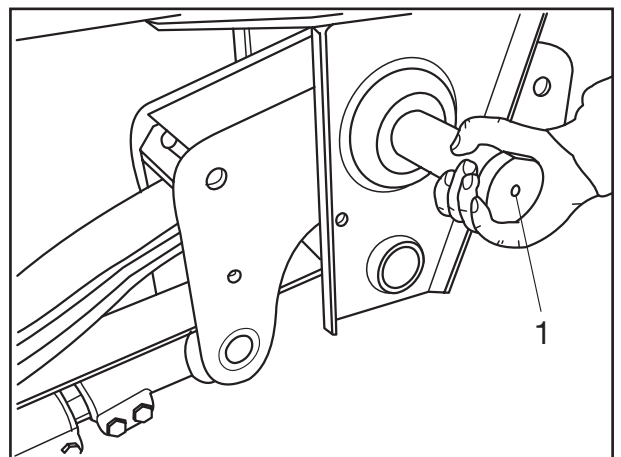

Fig. 9
[18] Schmiernippel in die Stirnfläche des Gewindebolzens (Fig. 9/1) einschrauben und bis zum Austreten von Fett aus der Lagerung mit BPW Spezial-Langzeitfett ECO-Li 91 abschmieren.
- [18] Screw grease nipple into the face of the thread bolt (Fig. 9/1) and lubricate with BPW special long-term grease ECO-Li 91 until grease appears out of the bearing.
- [18] Visser le graisseur dans la face frontale du boulon fileté (fig. 9/1) et lubrifier avec graisse spéciale de longue durée BPW-ECO-Li 91 jusqu'à ce que la graisse sorte du palier.